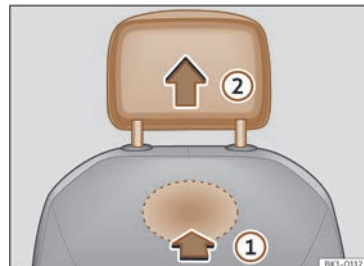

Fig. 106 Appuie-tête avant : démontage.
- Pour le déverrouiller, localiser l'évidement à l'arrière du dossier sur la zone marquée et appuyez dans le sens de la flèche >>> **fig. 106** ①.
- Retirez l'appuie-tête dans la direction de la flèche ②.